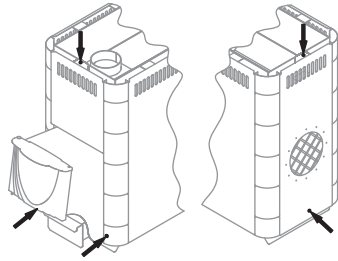

Рисунок 10. Винты для демонтажа кожуха-конвектора печи «Аврора»
2. Снять кожух-конвектор, открутив 5 саморезов (рисунок 10);